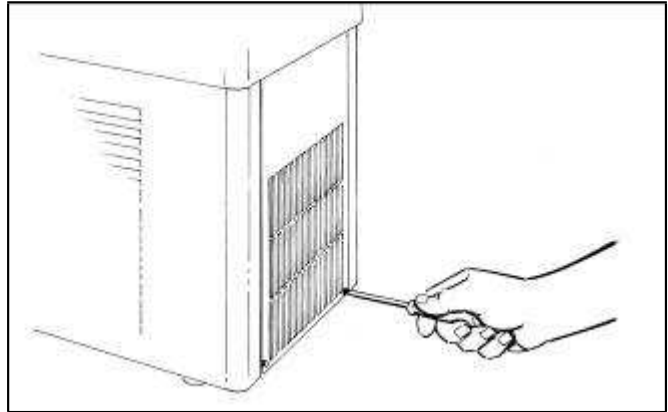

Abb. 41
- GTT1: Lösen Sie die zwei Befestigungsschrauben unten an der Geräterückseite und nehmen Sie die Verkleidung ab (Abb. 41).